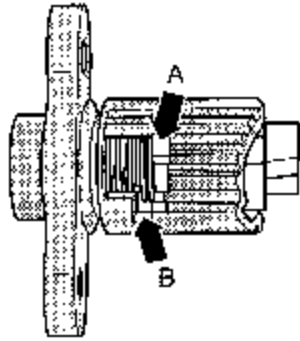

图 9-65 套筒安装位置
③套筒的安装应保证套筒的凸肩（箭头 A）始终与壳体的槽孔（箭头 B）面对面放置，如图 9-65 所示。